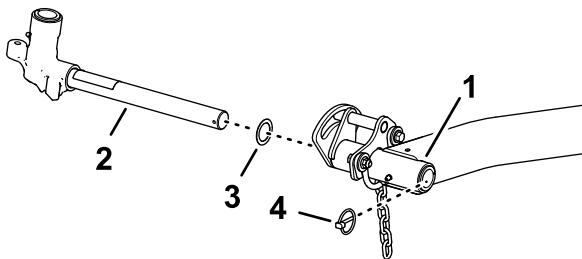

Figura 17
1. Retire el pasador de seguridad y la arandela que fijan el eje de pivotaje del brazo de elevación al brazo de elevación, y retire el eje de pivotaje del brazo de elevación (Figura 17).